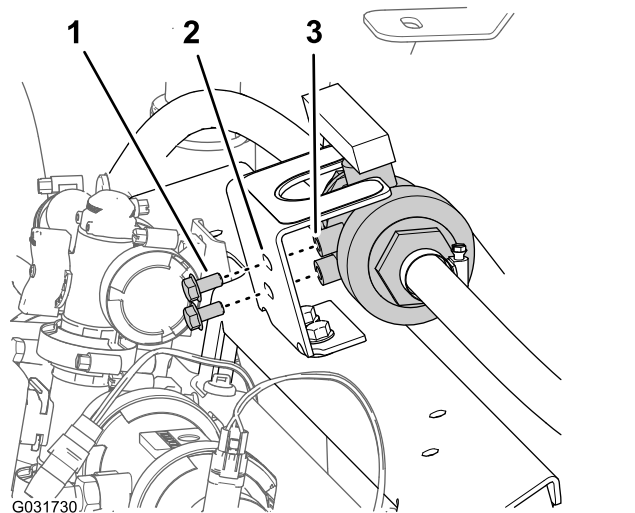

Рисунок 230
4. Совместите резьбовые приливы шарового клапана с двумя отверстиями в монтажном кронштейне (Рисунок 230).
5. Установите клапан на монтажный кронштейн (Рисунок 230) с помощью 2 болтов с фланцевыми головками (5/16 x 5/8 дюйма), снятых при выполнении пункта 3 раздела 9 Отсоединение дополнительного комплекта обеспечения соответствия требованиям ЕС \(страница 25\), и затяните болты от руки.